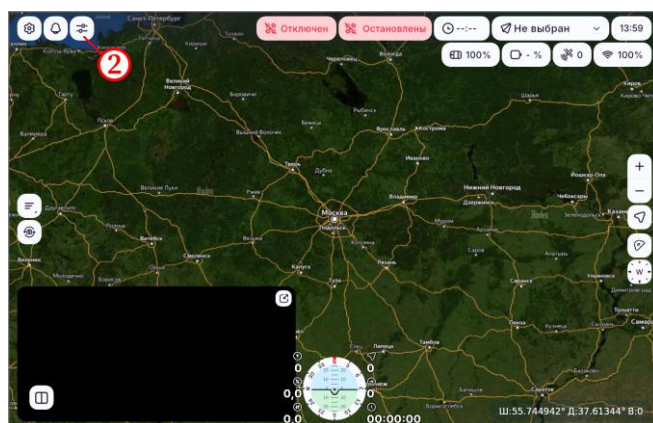

Рисунок 25
- в главном окне ПО нажать на кнопку  (рисунок 25, шаг 2);